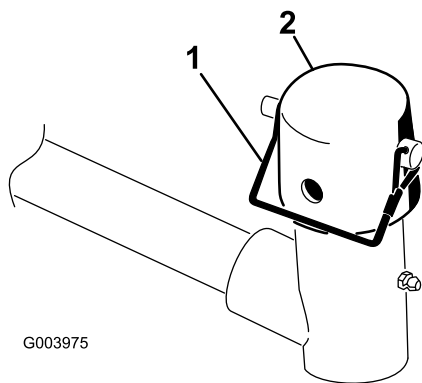

**Figura 9**
**Importante:** Nas unidades de corte n.º 4 (frontal esquerda) e n.º 5 (frontal direita) (Figura 7), utilize as porcas de montagem do suporte da barra para instalar o guia de tubos na frente dos separadores da unidade de corte (Figura 8). Os guias de tubos devem inclinar para a unidade de corte central (Figura 8 e Figura 9).